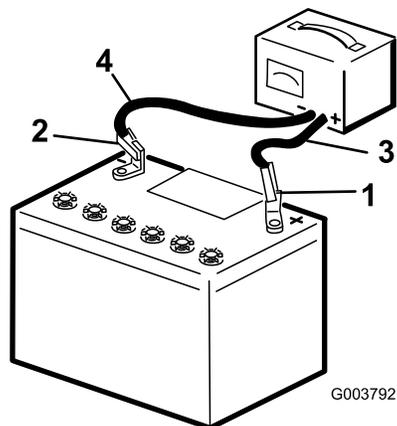

Figura 37
- Cargue la batería durante 10 a 15 minutos a 25–30 amperios, o durante 30 minutos a 4–6 amperios (Figura 37). No sobrecargue la batería.
- Cuando la batería esté completamente cargada, desconecte el cargador de la toma de electricidad, luego desconecte los cables del cargador de los bornes de la batería (Figura 37).